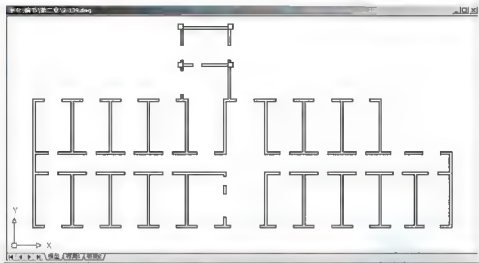

图 2.140 加粗后的墙线和柱子
⑨ 在输入选项, [打开(O)/合并(J)/宽度(W)/编辑顶点(E)/拟合(F)/样条曲线(S)/非曲线化(D)/线型生成(L)/放弃(U)]:提示下,输入“W”后按Enter键,表示要改变线的宽度。
⑩ 在指定所有线段的新宽度: 提示下, 输入“50”, 表示将线的宽度由“0”改为“50”, 结果如图 2.140 所示。